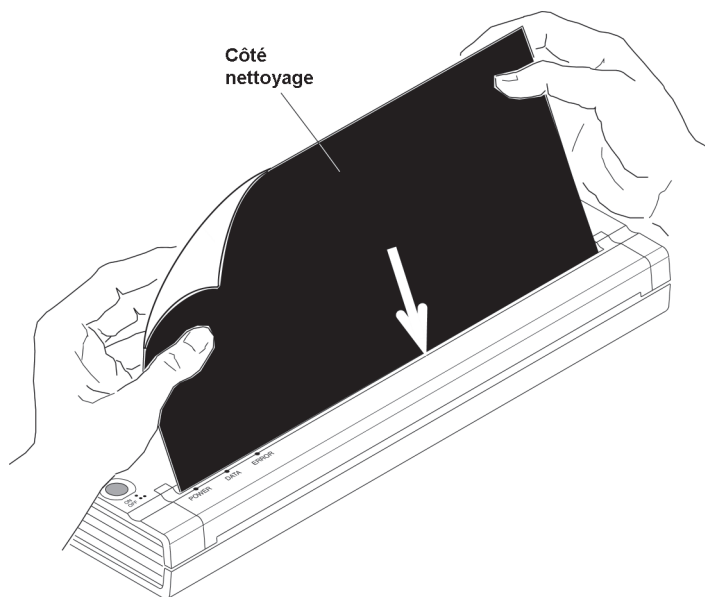

Figure 18. Nettoyage du rouleau entraîneur.
3. Insérez la lingette noire fournie avec l'imprimante dans la fente d'alimentation papier. La face noire rugueuse, qui contient le produit nettoyant, doit être orientée vers l'avant de l'imprimante. Consultez la Figure 18. La lingette passe tout entière dans l'imprimante.